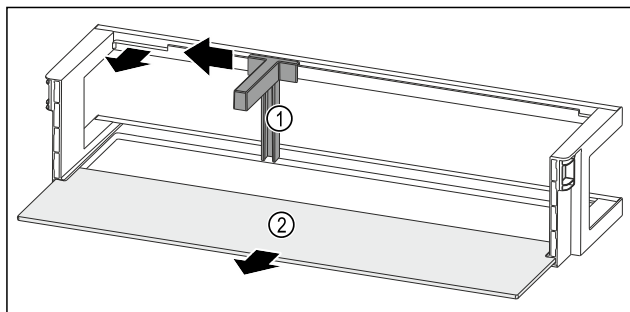

Fig. 223 Raft montat pe ușă cu suport pentru sticle și raft
- ▶ Împingeți în lateral suportul pentru sticle Fig. 223 (1) până la degajare.
- ▶ Extrageți suportul pentru sticle Fig. 223 (1).
- ▶ Extrageți raftul Fig. 223 (2).